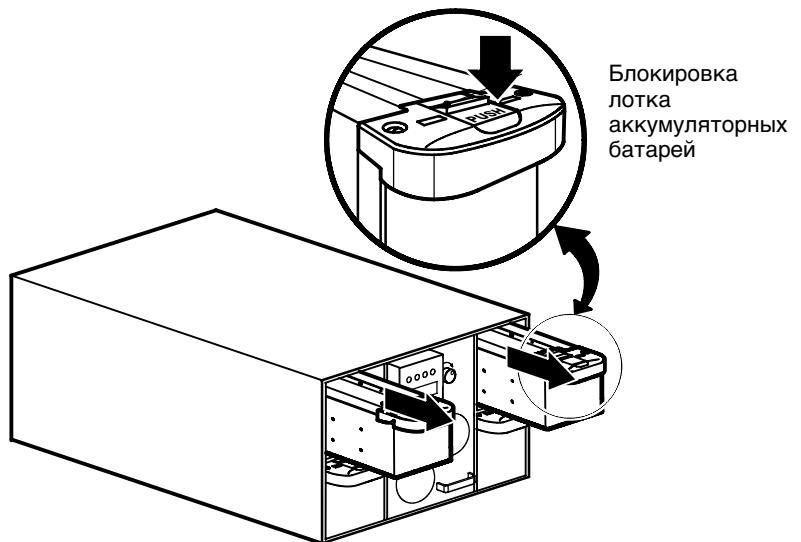

Рисунок 45. Извлечение лотков с батареями
- 2.** Нажмите на замок лотка и удерживайте его, чтобы освободить лоток. Медленно вытяните лоток и установите его на плоскую, устойчивую поверхность; держите лоток двумя руками. См. рис. 45.